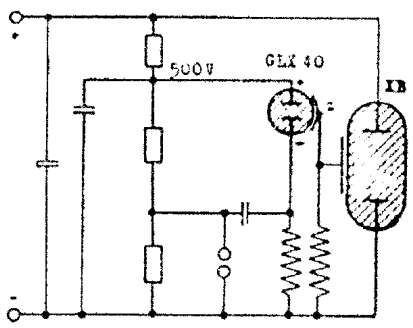

Abb. 3: Zündung mit GLX 40
**GLX 40** ist für eine Betriebsspannung von 500 V ausgelegt. Zur Zündung dient eine Außenelektrode. Das Prinzip der Schaltung zeigt Abb. 3.